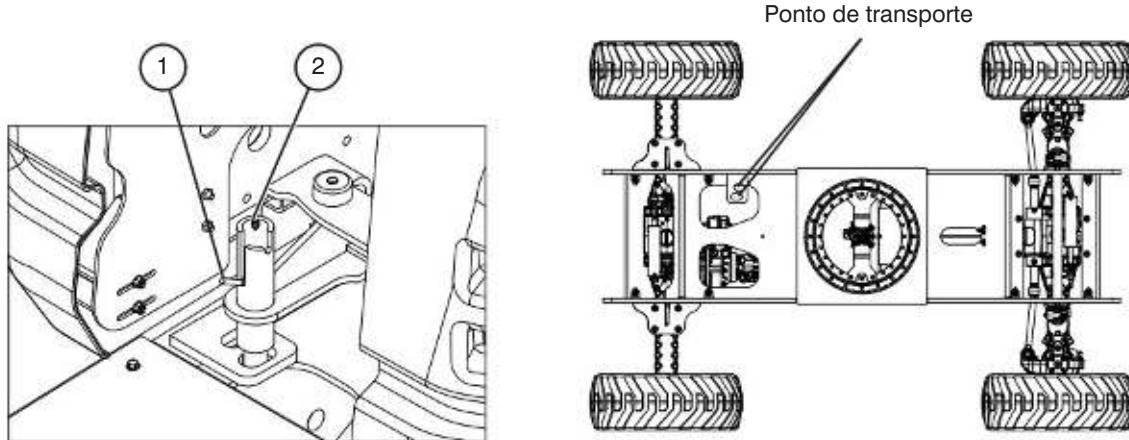

Figura 3-5. Trava de transporte da torre e pontos de travamento
1. Verifique se a torre está posicionada de forma que o tubo de trava de transporte da torre (item 1 - Figura 3-5) esteja alinhado com um dos dois pontos de travamento na placa de trava de rotação da torre.
2. Remova o pino de retenção da trava da torre (item 2 - Figura 3-5). Abaixee a trava da torre até a posição travada e reinsira o pino de retenção da trava.
1. Coloque a lança na posição retraída e centralizada entre as rodas de tração. Trave a torre inserindo o pino de trava para transporte da torre (consulte a Seção 3.10-2) no ponto de transporte (consulte a Figura 3-5).